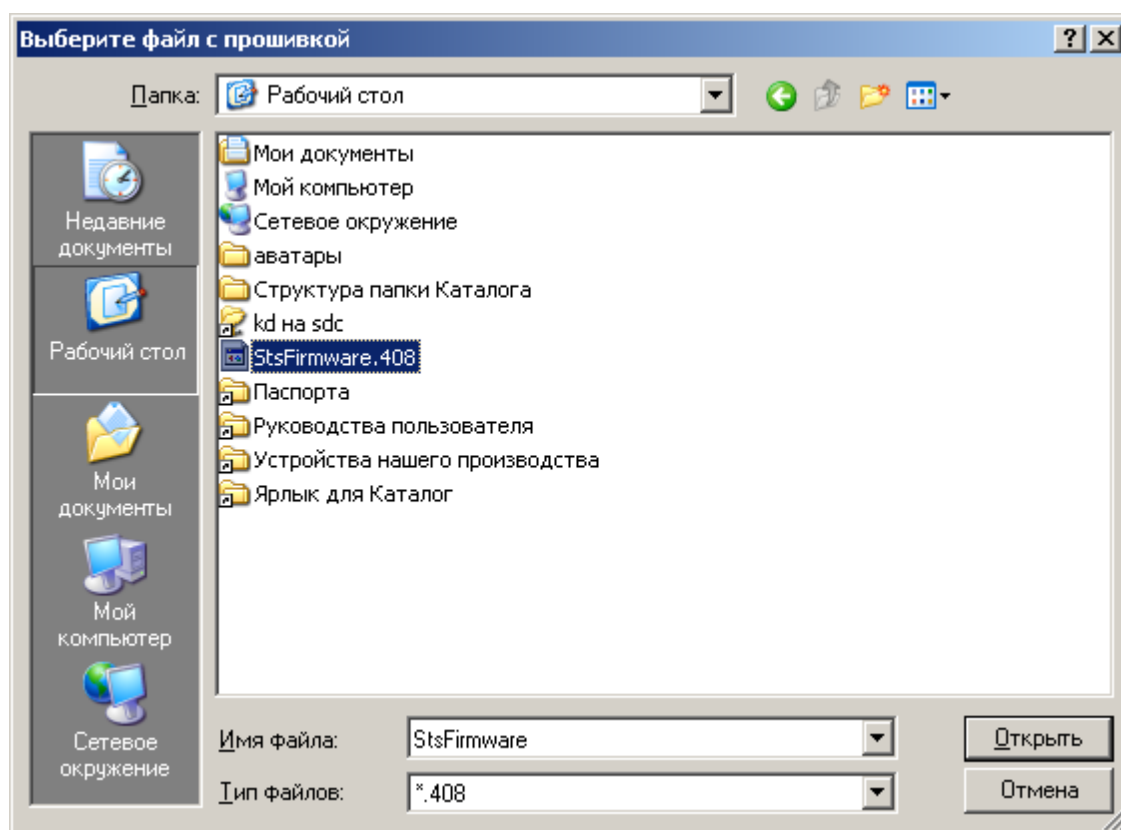

Рисунок 28
6) выбрать файл с прошивкой и нажать «Открыть» (Рисунок 28):